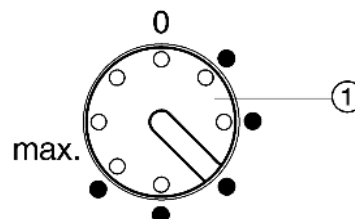

Fig. 2
- Tourner le thermostat *Fig. 2 (1)* vers la droite à l'aide d'une pièce de monnaie.
- Positionner le thermostat *Fig. 2 (1)* sur le point 3.